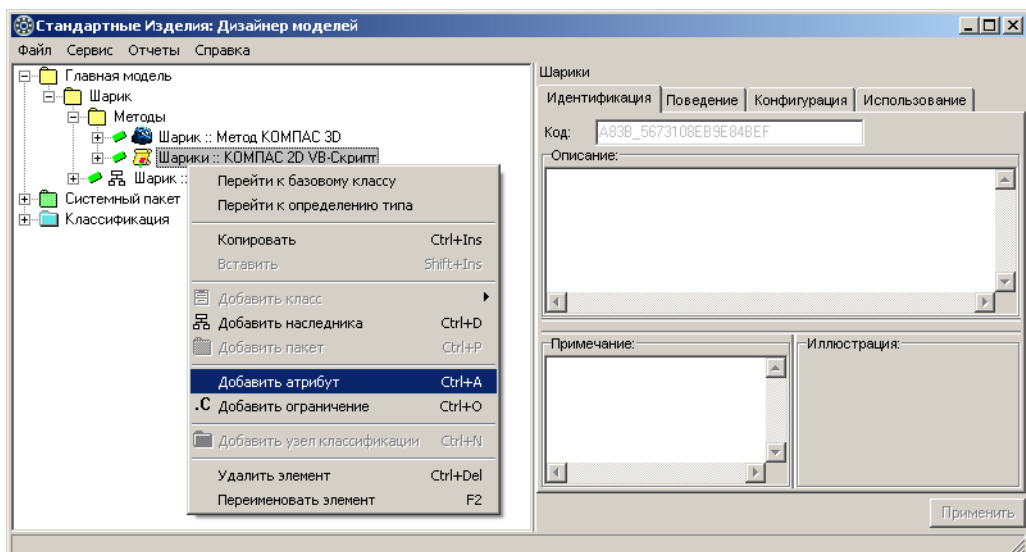

Рис. 3.30.
1. Укажите метод *Шарики :: КОМПАС 2D VB-Скрипт* и вызовите из контекстного меню команду **Добавить атрибут** или нажмите клавиши <Ctrl>+<A> (рис. 3.30). Новый атрибут появится в списке, название атрибута будет доступно для редактирования.